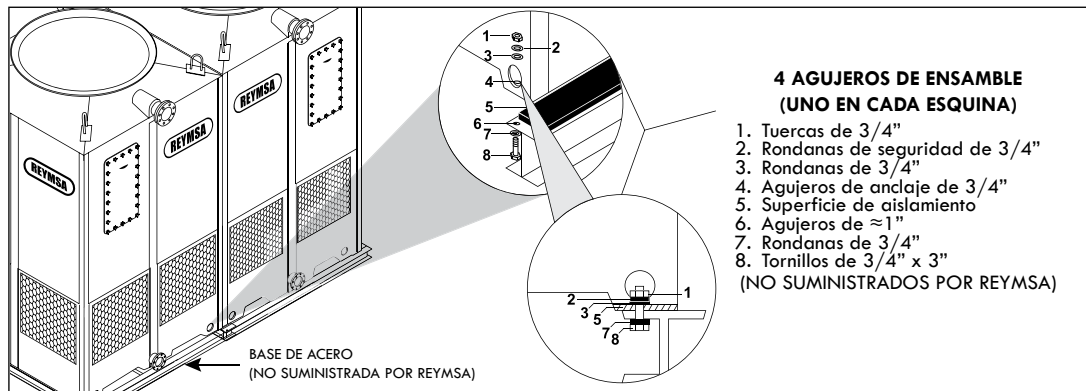

Figura A-44: Instalación de la sección #2 de una torre de cuatro ventiladores (RTU)
- J. Coloque la sección #2 de la torre (cuerpo y cisterna en una pieza) siguiendo las mismas instrucciones del paso G. Una vez que las dos torres han sido colocadas en la base, proceda a atornillar las bridas verticales de las secciones 1 y 2 de la torre (ver Figura A-44) con la tornillería de acero inoxidable suministrada por REYMSA y asegure ambas secciones a la base.